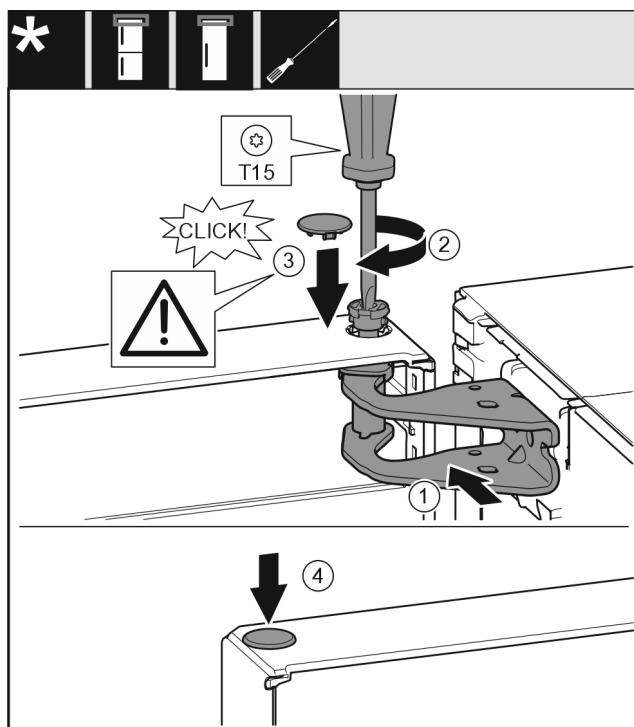

Fig. 20
- Dveře nahoře vyrovnejte s otvorem ve stojanu ložiska. Fig. 20 (1)
- Vložte čep Fig. 20 (2) a pevně jej utáhněte šroubovákem.
- K zajištění dveří namontujte bezpečnostní kryt Fig. 20 (3): Bezpečnostní kryt nasadte a zkontrolujte, zda přiléhá na dveře. V opačném případě čep zcela zasuňte.
- Vložte zátku Fig. 20 (4).